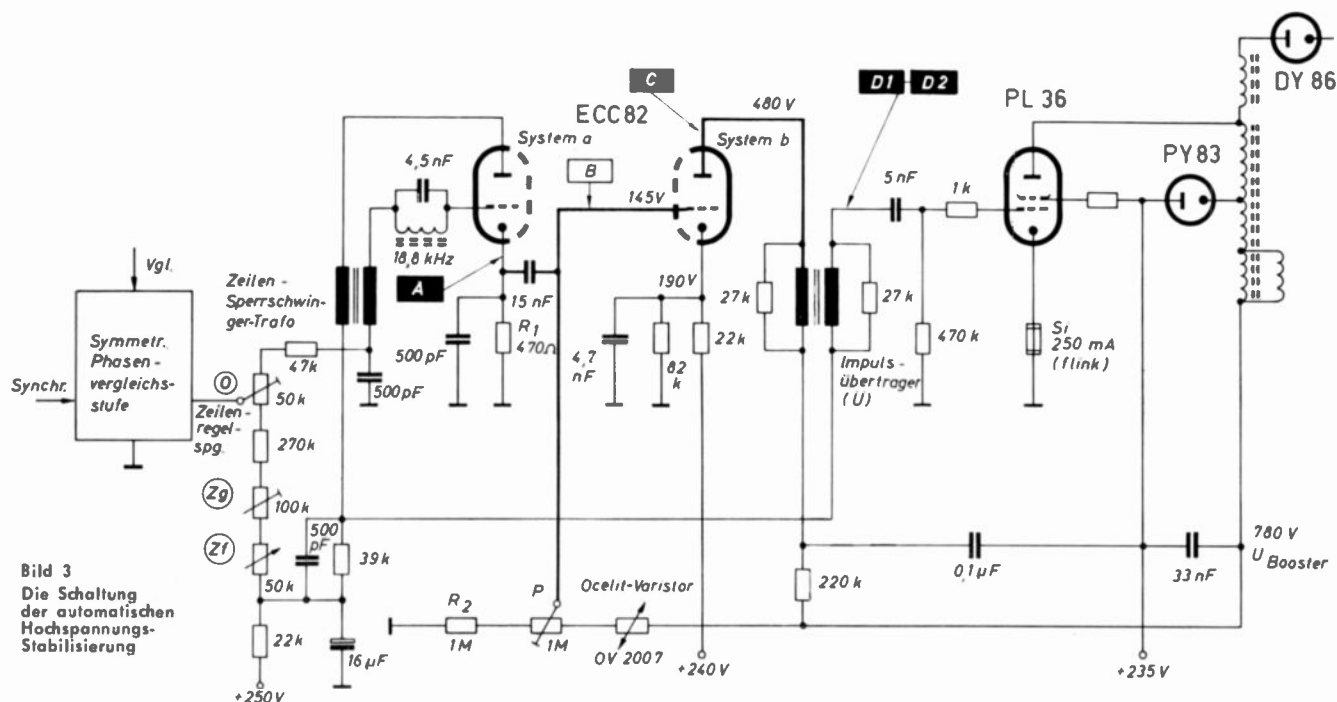

Bild 3
Der zur Steuerung herangezogene Impuls (A) hat eine Breite von ca. $5 \mu\text{s}$. Dieser Impuls wird an einem in die Kathode der Zeilensperrschwingungsröhre gelegten Widerstand (R_1) gewonnen (Bild 3).
Der verstärkte Impuls (C) — an dem induktiven Außenwiderstand differenziert — wird über die Sekundärseite, die in der Gitterleitung der PL 36 liegt, dem Sägezahn überlagert. (Siehe Bild 3, Punkt D).